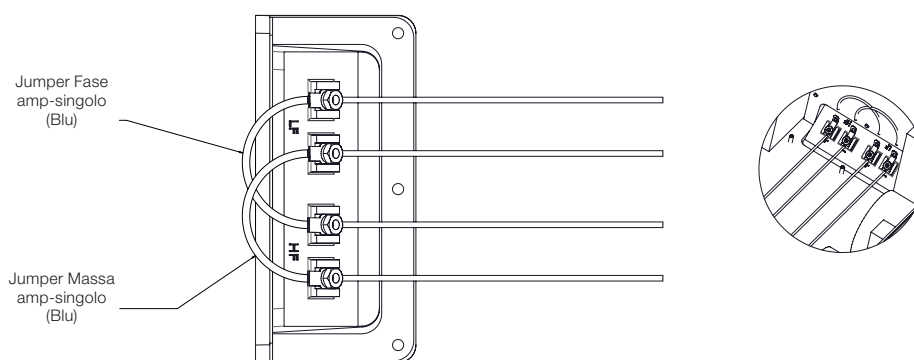

Figura 10
4. Prima di installare il diffusore che sarà bi-wired o bi-amplificato, rimuovere i due ponticelli blu, Jumper Fase Bi-amp e Jumper Massa Bi-amp (Figura 10). I ponticelli blu si trovano nella coppia dei terminali all'interno della black box. Premere i connettori dei ponticelli appena sotto il punto dove il filo si collega al connettore per rilasciare il blocco del connettore. Se questo non accade, far scorrere la copertura in plastica indietro sul cavo ed abbassare la levetta del blocco con una penna a sfera o un piccolo strumento ed al contempo tirare leggermente il cavo.